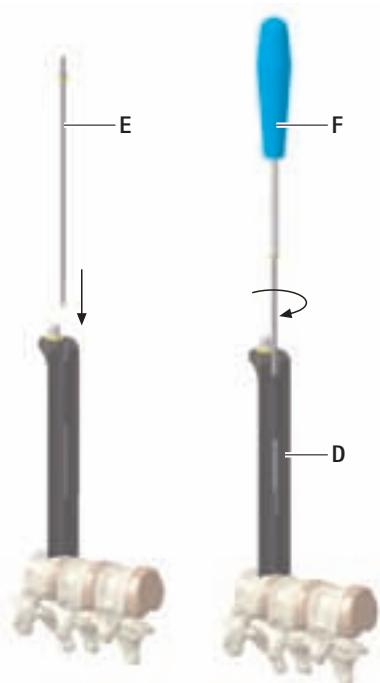

Fig. 1
- ▶ Introducir el tornillo de fijación **E** en la abrazadera **D** y apretarlo, ver Fig. 1.